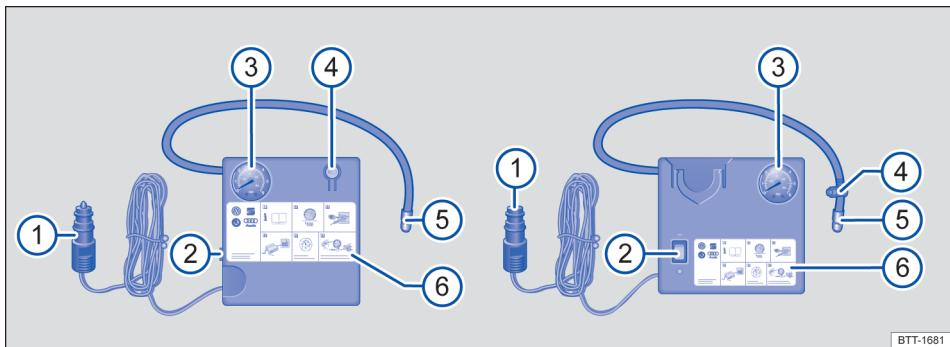

Fig. 212 Representação esquemática: compressor do kit de reparo dos pneus.
O compressor do kit de reparo dos pneus é composto dos seguintes componentes → Fig. 212:
- Rosquear a mangueira de enchimento dos pneus → Fig. 212 ④ do compressor de ar com firmeza na válvula do pneu.
- Verificar se o parafuso de sangria de ar → Fig. 212 ② está fechado.
- Conectar o conector do cabo de 12 V → Fig. 212 ⑤ numa tomada 12 V no veículo → Página 185.
- Ligar o compressor de ar com o interruptor ON-OFF → Fig. 212 ①.
- Reconectar a mangueira de enchimento dos pneus → Fig. 212 (4) e ler a pressão dos pneus no indicador da pressão dos pneus → Fig. 212 (3).